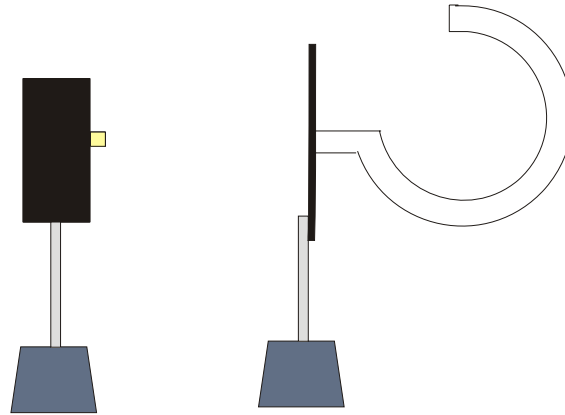

Fig. 1 Struttura sperimentale con laser a diodi (U16040)
- Eseguire l'esperimento secondo Fig. 1